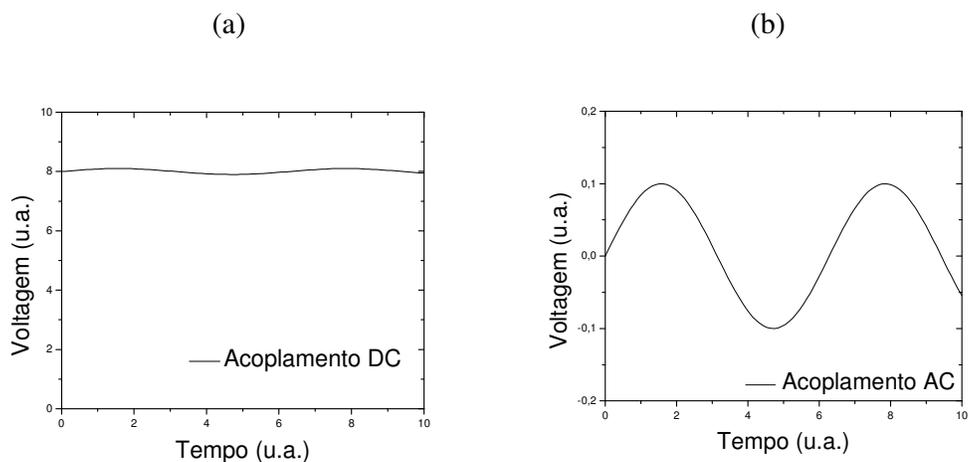

Figura 6 – Sinal alternado (de amplitude 0,1) somado a um sinal constante (de amplitude 8), como visto em um osciloscópio nos acoplamentos DC (a) e AC (b).
A figura 6 mostra um exemplo, de um sinal alternado de amplitude 0,1 somado a um sinal constante de amplitude bem maior (8). Na figura 6a, o osciloscópio está configurado para acoplamento DC, e a componente alternada é difícil de ser visualizada. A figura 6b mostra o que é visto se o osciloscópio for configurado para acoplamento AC; Neste caso, devido a remoção do sinal constante (por um capacitor de entrada) a escala pode ser expandida, permitindo uma medida de maior sensibilidade.